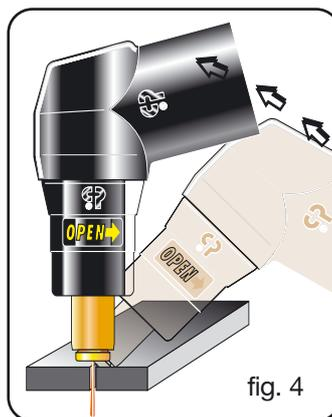

fig. 4
Hvis man skal udføre huller, eller der er behov for at begynde skæringen fra midten af emnet, skal man anbringe brænderen i hældende stilling og langsomt rette den op, således at det smeltede metal ikke sprøjtes på dysen (se fig.4). Denne handling skal udføres, når man gennemhuller emner med tykkelse på over 3 mm.
- Emnet har for stor tykkelse (se oversigten over skærehastighederne, fig. 4)